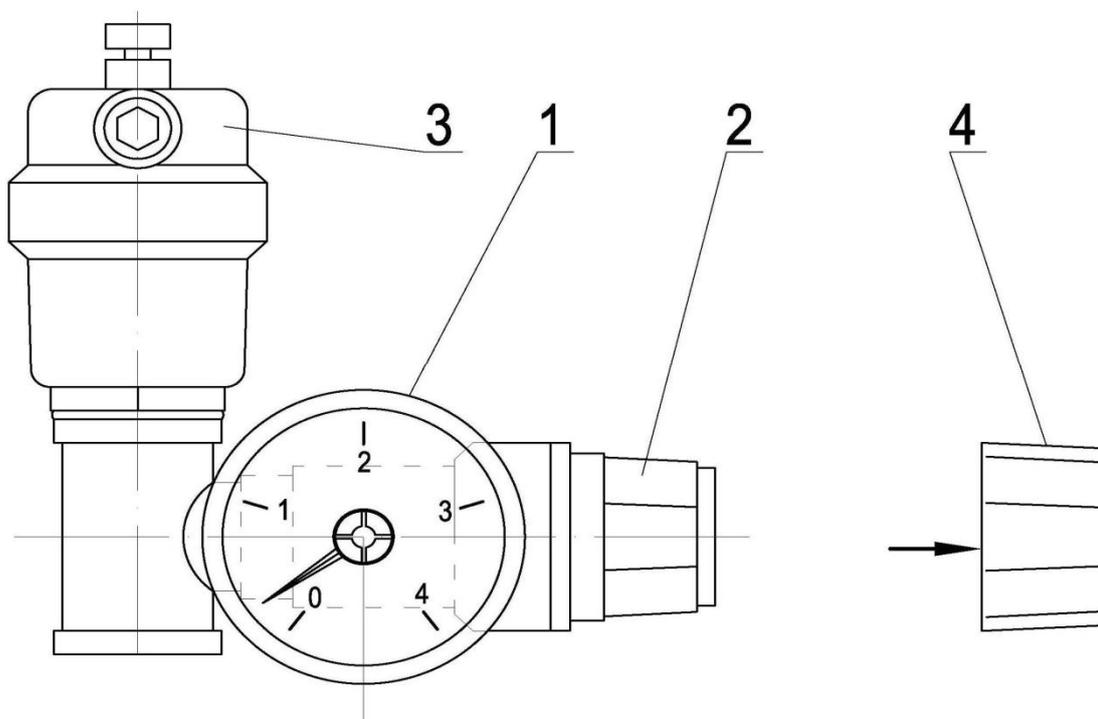

Рис.5
- Провести визуальный контроль целостности узлов входящих в состав предохранительной сборки *Рис.5*.
- Снять защитный колпачок (4), слегка потянув его по направлению стрелки.
- Повернуть рукоятку предохранительного клапана (2) против часовой стрелки до характерного щелчка, при этом стрелка манометра должна показать падение давления (отклониться влево).
- Надеть защитный колпачок (4) на прежнее место.